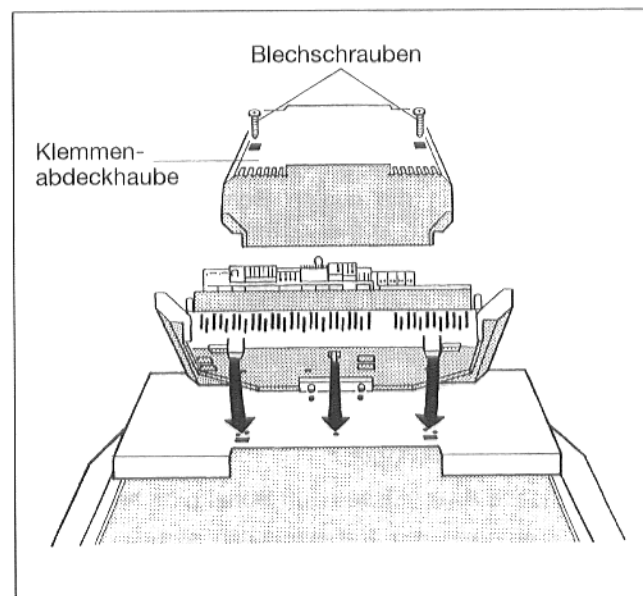

Abb. 17
- Die beiden Blechschrauben der Klemmenabdeckhaube des Regelgeräts herausdrehen. Klemmenabdeckhaube entnehmen (Abb. 17).
- Regelgerät so aufsetzen, daß sich die Einschiebehaken vorne in die ovalen Bohrungen einführen, Regelgeräte nach vorne ziehen und anschließend nach hinten abkippen, bis die beiden elastischen Haken rechts und links einrasten (Pfeile – Abb. 17).
- Klemmenabdeckhaube aufsetzen und mit 2 Blechschrauben verschrauben (Abb. 17)